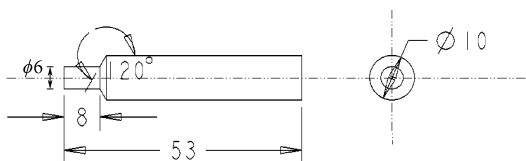

图 4-119 螺旋扫描特征实例
- (1) 创建零件文件；
- (2) 创建如图 4-119 所示的旋转实体；